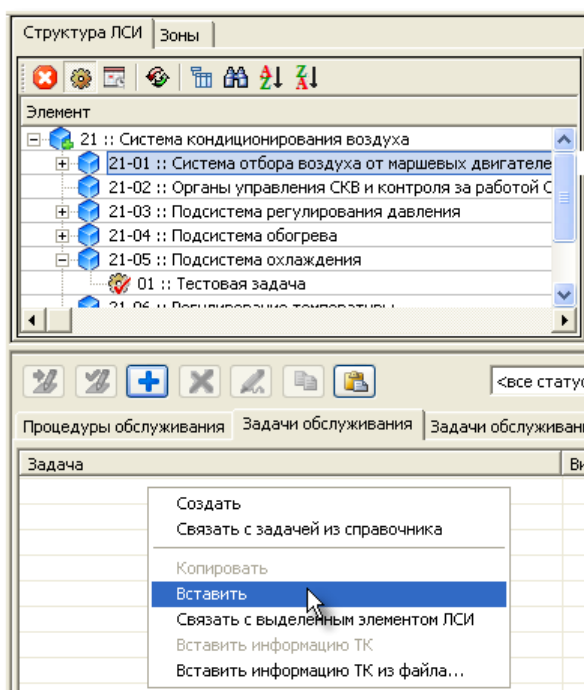

Рис. 2-56
3. На вкладке **Задачи обслуживания** в контекстном меню выберите пункт **Вставить** (рис. 2-56).
3. На вкладке **Задачи обслуживания** в контекстном меню выберите пункт **Связать с выделенным элементом ЛСИ** (рис. 2-56).